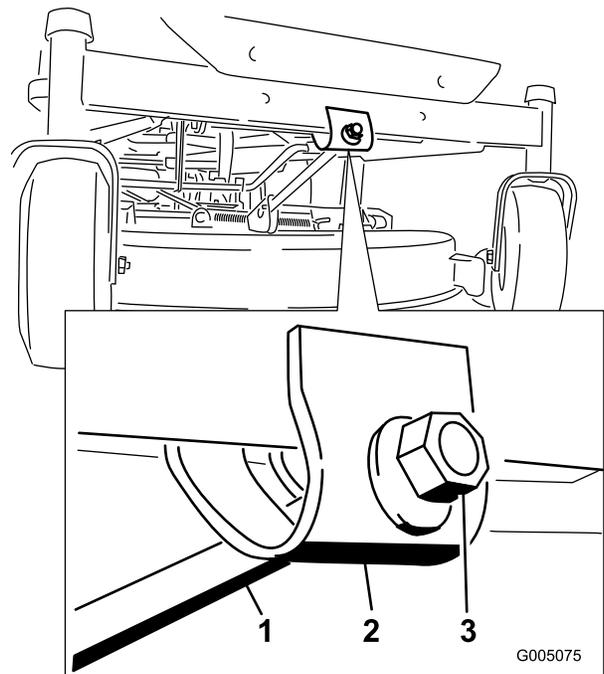

Bild 42
7. Drehen Sie für das Einstellen der Schnittmesserneigung in Längsrichtung die Einstellmutter vorne am Mähwerk (Bild 42).